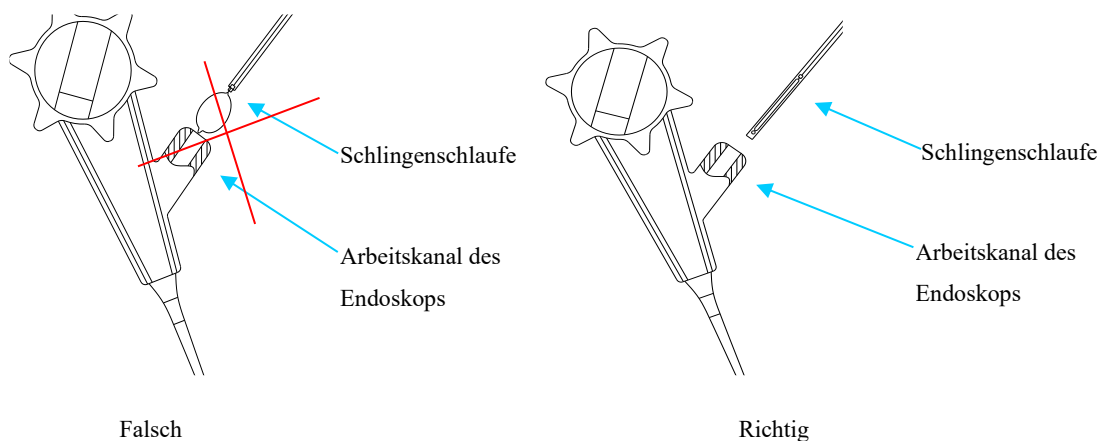
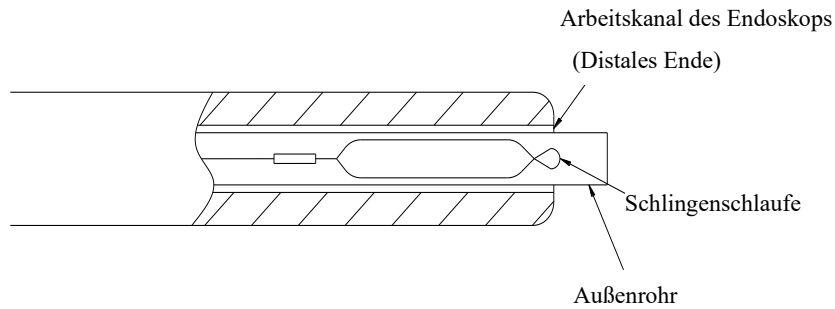

Abbildung 2
Abbildung 3
2. Betätigen Sie den Schlingenhebel, um die Schlinge in das Außenrohr zurückzuziehen (siehe Abbildung 2). Die Schlinge gelangt durch das Loch des endoskopischen Kanals in den Verdauungstrakt. Unter endoskopischer Überwachung sollte sichergestellt werden, dass das Außenrohr aus dem distalen Ende des endoskopischen Kanals austritt (siehe Abbildung 3):